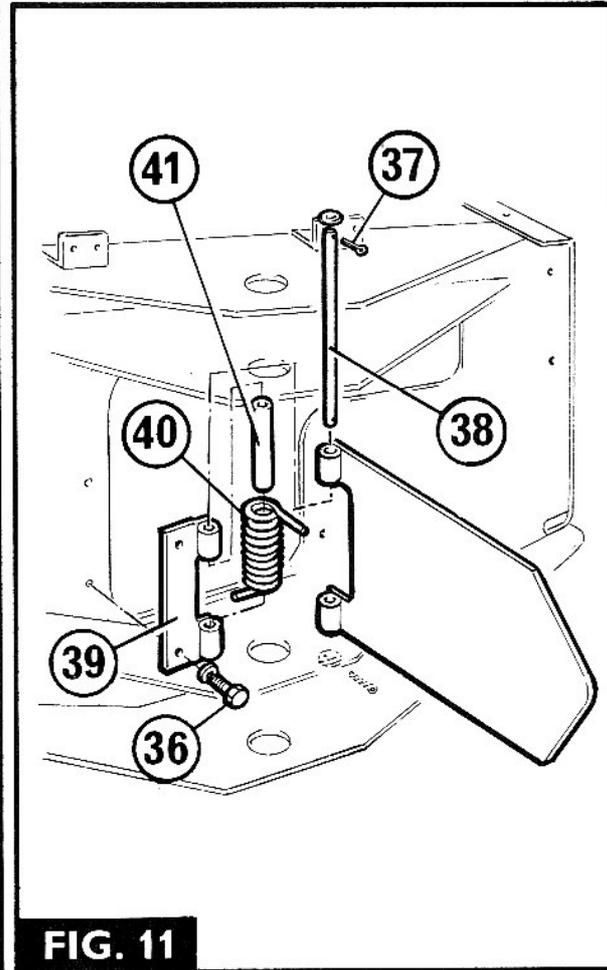

FIG. 11
1. Fig. 11. Retirer les deux boulons (36) fixant la plaque sur le châssis arrière.
2. Si nécessaire, retirer l'une des goupilles fendue (37) puis sortir de l'axe (38) afin de libérer la charnière (39) et le ressort (40). Chasser le tube (41) du ressort.